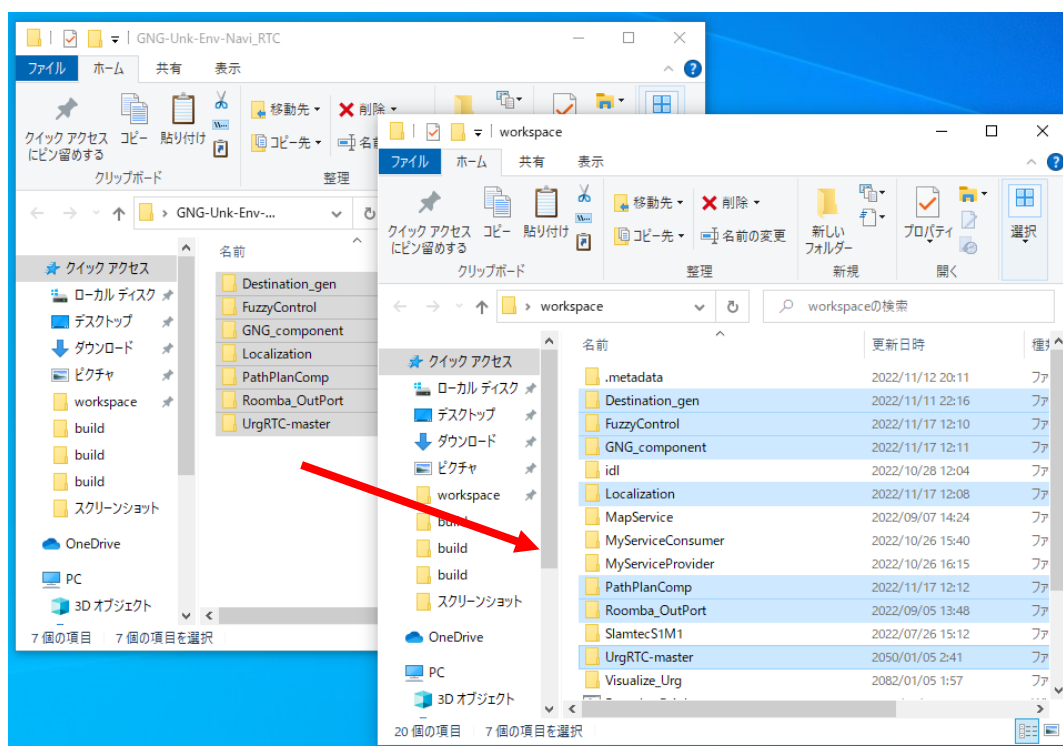

図 9 ダウンロードしたプロジェクトファイルを自身の workspace 内にドラッグ & ドロップ
- ① PC にディスプレイ、バッテリー、LiDAR、ルンバを適切なポートに接続し、バッテリー、PC、ルンバの順に起動する。
- ② 本プロジェクトページから GNG-Unk-Env-Navi_RTC-main.zip ファイルをダウンロードし、図 9 のように解凍後の GNG-Unk-Env-Navi_RTC-main.zip フォルダ内にある全てのフォルダーを自身の OpenRTM-aist で使用している workspace 内に貼り付ける。(以下では、自身の workspace を”C:/Users/[UserName]/Desktop/workspace”にあるものと仮定し説明する。)